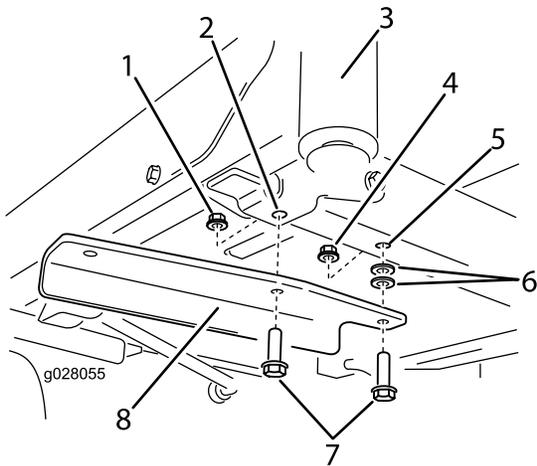

Figura 3
- Prenda o suporte à estrutura utilizando os dois parafusos (3/8 x 1-1/4 pol.), duas anilhas e duas porcas de bloqueio (3/8 pol.) (Figura 3). Uma porca de bloqueio é das peças soltas e a outra é reutilizada da remoção anterior.